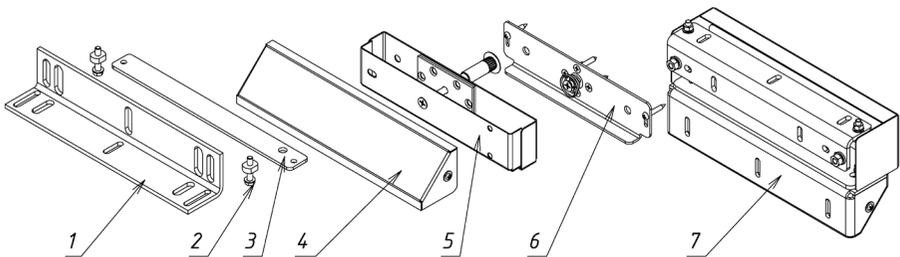

Рисунок 2
- следующие опции (рисунок 2):
- L-уголок AL-300PR (1)
- Комплект крепежа 150-300-К (2)
- Планка М300 (3)
- МК AL-300PR Монтажный комплект (4)
- Комплект смещения якоря 300-400PR (5)
- Комплект 350Р (6)
- МК AL-300-400PR-Inside Монтажный комплект (7).